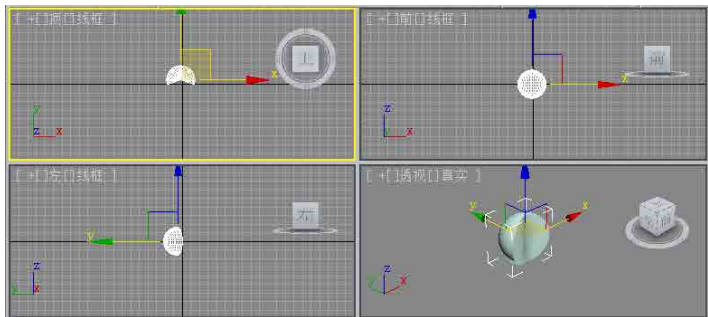

图3-6
- **切片启用**: 勾选切片选项后, 可以创建以半圆为截面的切片球体, 如图 3-6 所示。